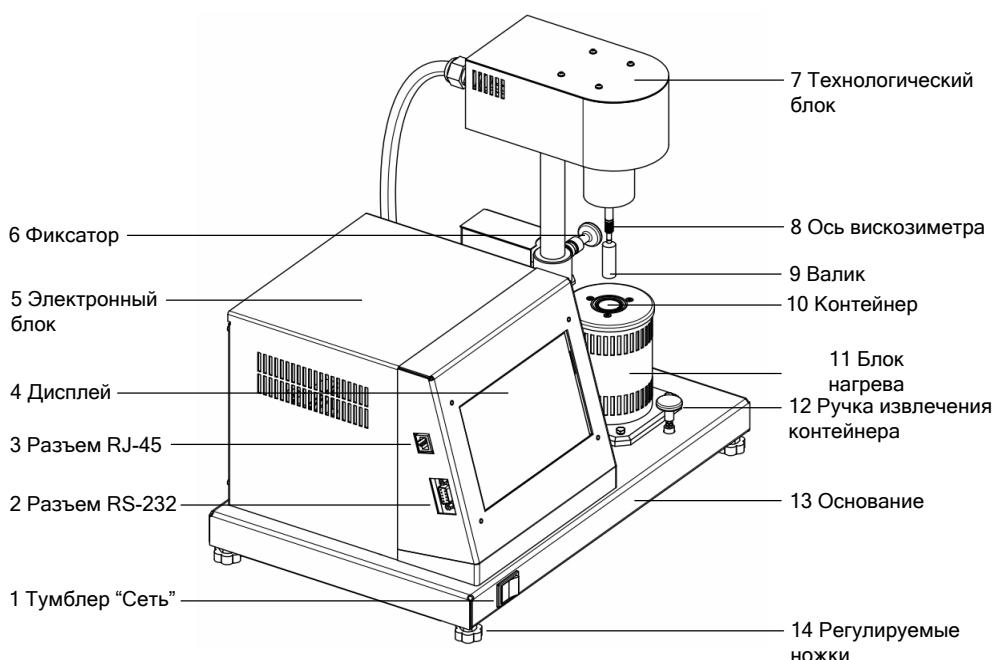
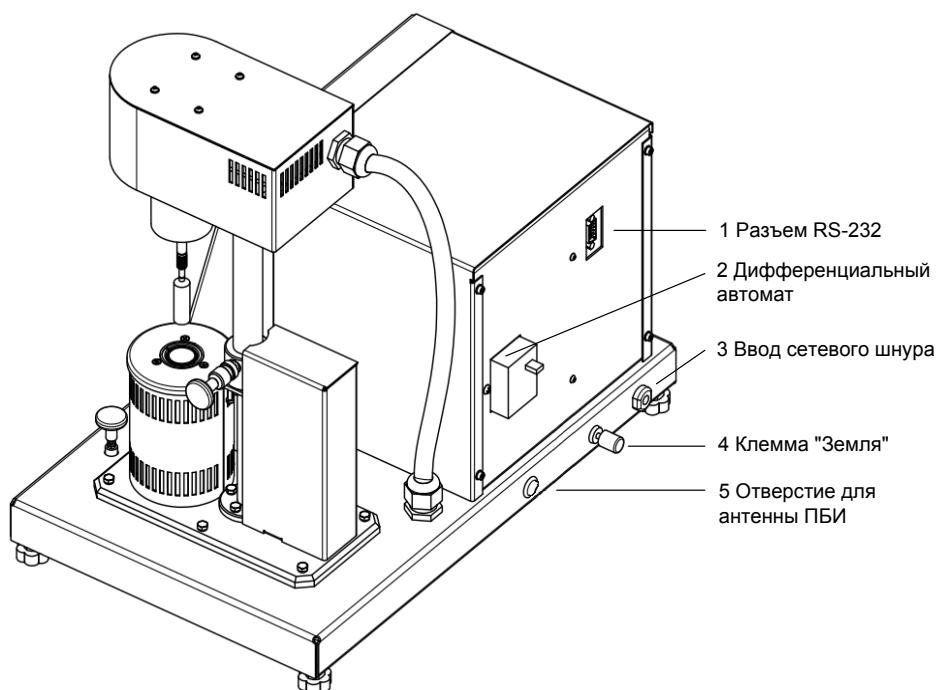
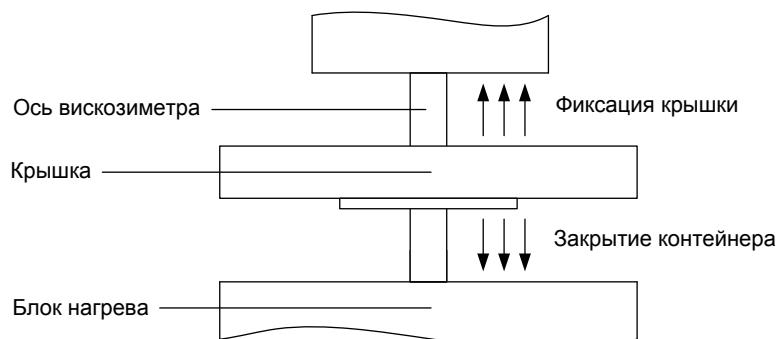
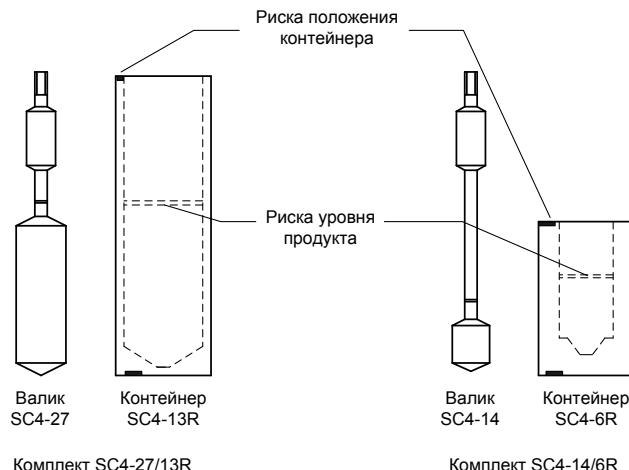

Рисунок 1 - Устройство вискозиметра
Рисунок 2 - Вид сзади
Рисунок 3 – Крышка
Рисунок 7 – Пары контейнер/валик
2.3.2.7 На задней стенке электронного блока (см. рисунок 2) располагаются:
- разъем RS-232 (1);
2.3.2.8 На задней стенке основания (см. рисунок 2) находятся:
- ввод для сетевого шнура (3);
- клемма «Земля» (4) для заземления вискозиметра;
- отверстие для установки антенны ПБИ (5).
- 2.3.3.5 После достижения заданной температуры контейнер (10) (см. рисунок 1, с 3), заполненный продуктом до уровня риски (см. рисунок 7, с 6), устанавливается в блок нагрева (11) (см. рисунок 1, с 3). Крышка (см. рисунок 3, с 4), устанавливается на ось вискозиметра. Валик (9) (см. рисунок 1, с3), устанавливается на резьбовое соединение оси вискозиметра.
- 2.3.3.6 Затем необходимо освободить фиксатор (6) (см. рисунок 1, с 3), и опустить технологический блок в нижнее положение. Крышку (см. рисунок 3, с 4) необходимо опустить в нижнее положение, на блок нагрева.
3.3.1 Подключить вискозиметр к сети питания. Включить дифференциальный автомат, расположенный на задней стенке электронного блока (см. рисунок 2, с 4). Включить вискозиметр тумблером «Сеть» (см. рисунок 1, с 3).
3.3.2 При использовании программ ЛинтеЛ® - Линк¹ необходимо установить на вискозиметр антенну¹ (см. рисунок 2, с 4) и плату¹ устройства беспроводной связи. Установка антенны производится в гнездо на задней панели вискозиметра.